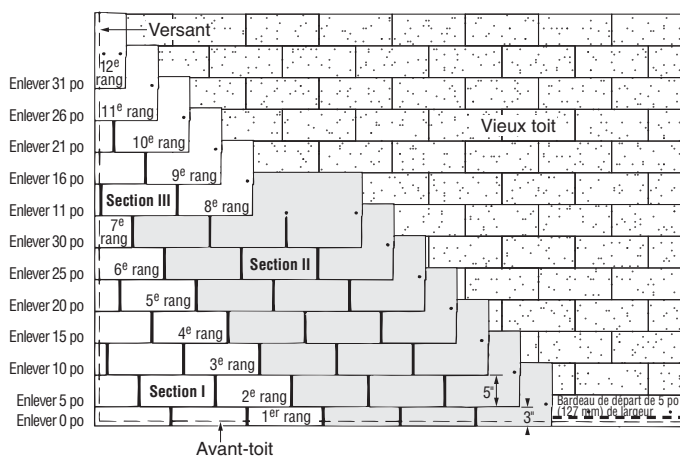

Figure 13-15 : Cinq en diagonale, douze à la verticale, imbriqué.
2. Retrancher 5 po (12,7 cm) sur la largeur du premier bardeau de départ et poser la pièce de 31 po (78,7 cm) restante sur le coin inférieur gauche de la toiture existante (*figure 13-15*).
1. Le premier rang est composé de bardeaux de 10 po par 36 po (25,4 cm par 91,4 cm) fabriqués en retranchant 2 po (5 cm) au bas des jupes de bardeaux ordinaires (*figure 13-15*).
1. Pour débiter le deuxième rang, retrancher 5 po (12,7 cm) du côté gauche d'un bardeau et aligner son bord supérieur à égalité avec le bord d'aboutement du bardeau de l'ancien quatrième rang (*figure 13-15*).
5. Cela complète la section I (les sept premiers rangs) du cycle de 12 rangs (*figure 13-15*).
1. Pour débiter le huitième rang, retrancher 11 po (28 cm) du côté gauche d'un bardeau et poser la pièce de 25 po (63,5 cm) par-dessus le bardeau du septième rang, en ligne avec le bord gauche du septième rang (figure 13-15).